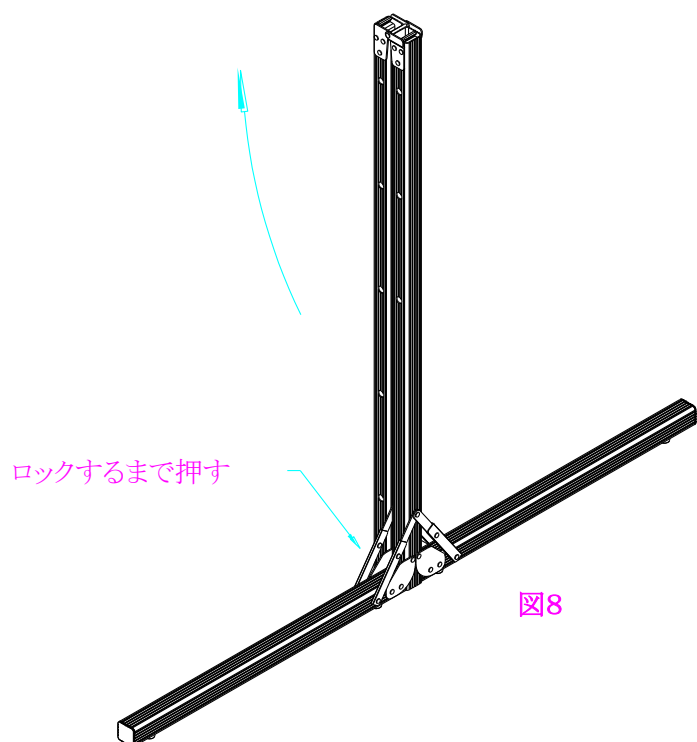

図8
2. コーナーの止め具をロックする位置まで押し込みます。(図8)